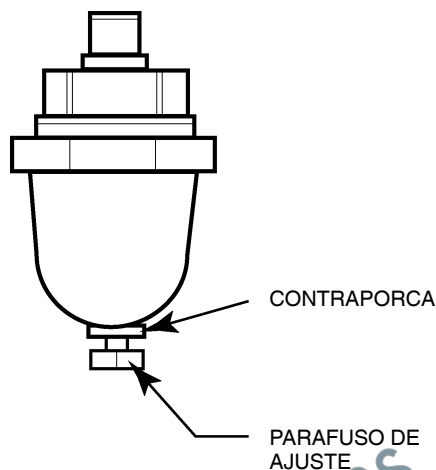

FIGURA 2 VÁLVULA DE MODULAÇÃO
3. Afrouxe a contraporca do parafuso de ajuste. Desaperte o parafuso de ajuste 3 voltas. Consulte a Figura 2
4. Coloque o interruptor de desligamento principal na posição ligada (ON).
7. Mantendo a pressão de descarga nominal, rode o parafuso de ajuste na válvula de modulação (consulte a Figura 2) até que o manómetro de teste leia: